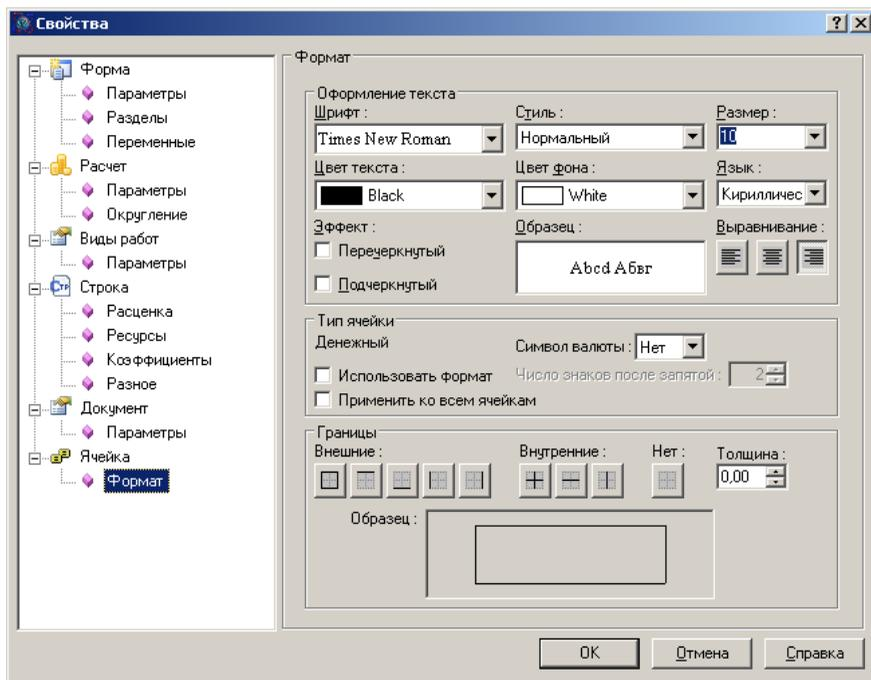

Рис. 5.2 Диалоговое окно «Свойства» раздел «Ячейка» / «Формат».
- раздел «**Ячейка**» / «**Формат**» (Рис. 5.2) позволяет: